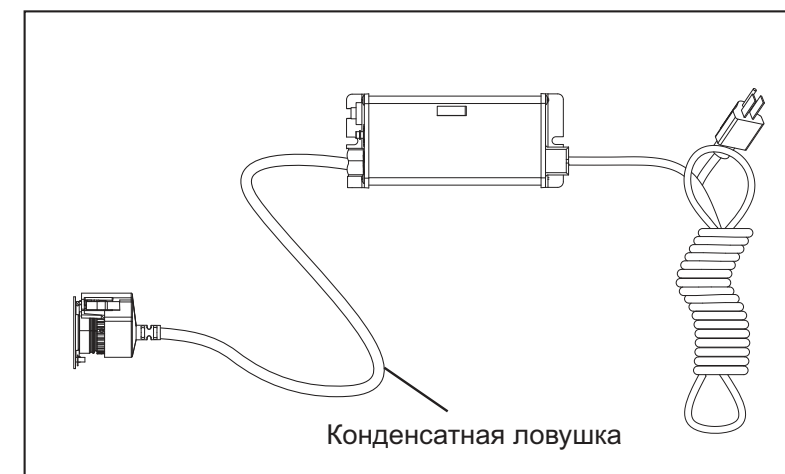

Рисунок 6 Конденсатная ловушка
- Контроллер следует установить над УФ-камерой или рядом с ней. Всегда устанавливайте контроллер в горизонтальном положении для предотвращения стекания влаги по шнурам, что может привести к угрозе возгорания. Настоятельно рекомендуется установить конденсатные ловушки на все шнуры, присоединенные к контроллеру. См. Рисунок 6.
- Установите контроллер VIQUA ICE в горизонтальном положении на стену рядом с камерой. В идеальном случае контроллер располагают над камерой и в стороне от подключения к водопроводу во избежание потенциального попадания воды на контроллер за счет протечки по месту подключения или образования конденсата в системе. Убедитесь, что вы сделали на УФ-лампе, датчике УФ-излучения и шнуре питания запас для конденсатной ловушки, как показано на Рисунок 6, чтобы избежать попадания воды в контроллер.